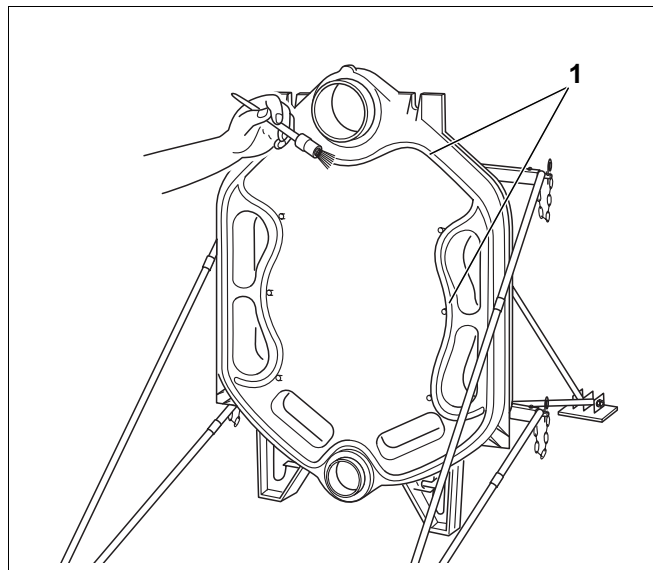

Fig. 10
Pakningsnotene (fig. 10, **pos. 1**) må være rene og tørre før pakningssnoren legges i.